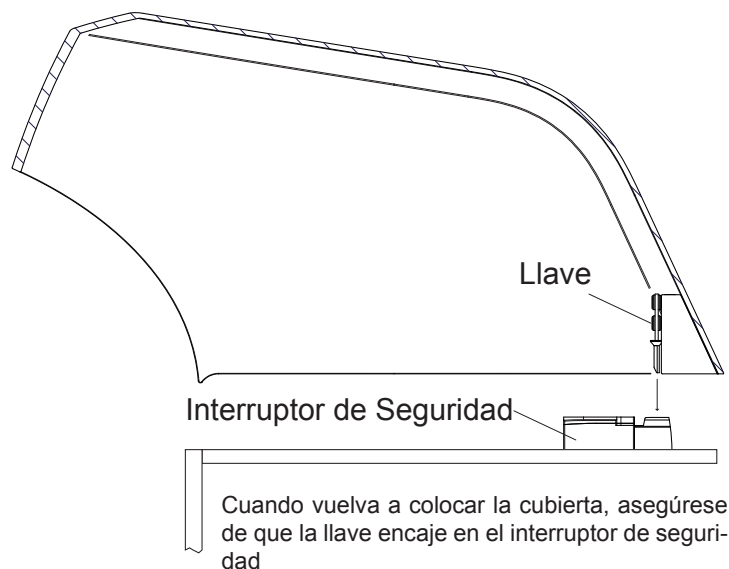

Figura 9 - Cubierta de la tapa
6. Vuelva a colocar la cubierta y los tornillos. (Ver Figura 9) **NOTA:** Al reemplazar la cubierta, asegúrese de que encaje en su lugar sobre el interruptor de seguridad.